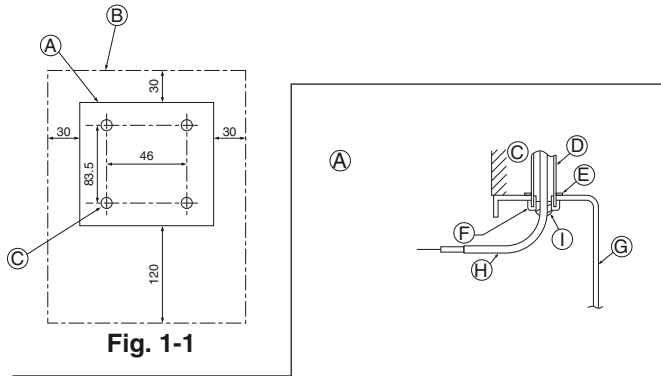

Fig. 1-1
(1) Choisir un emplacement pour la télécommande. (Fig. 1-1)